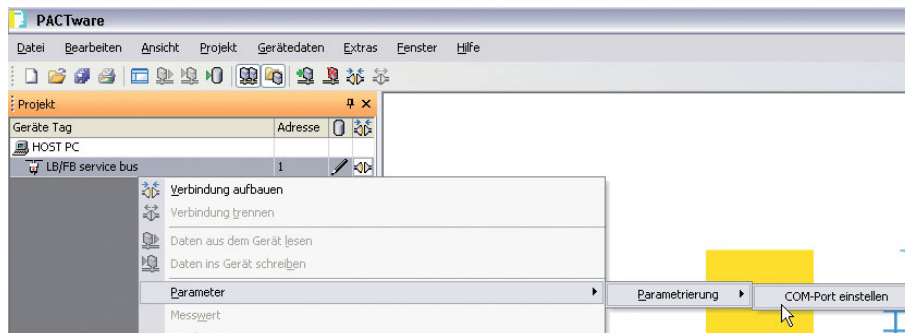

Abbildung 5.2: Com-Port einstellen
6. Wählen Sie im Kontextmenü **Parameter > Parametrierung > COM-Port einstellen** (siehe Abbildung 5.2 auf Seite 37).